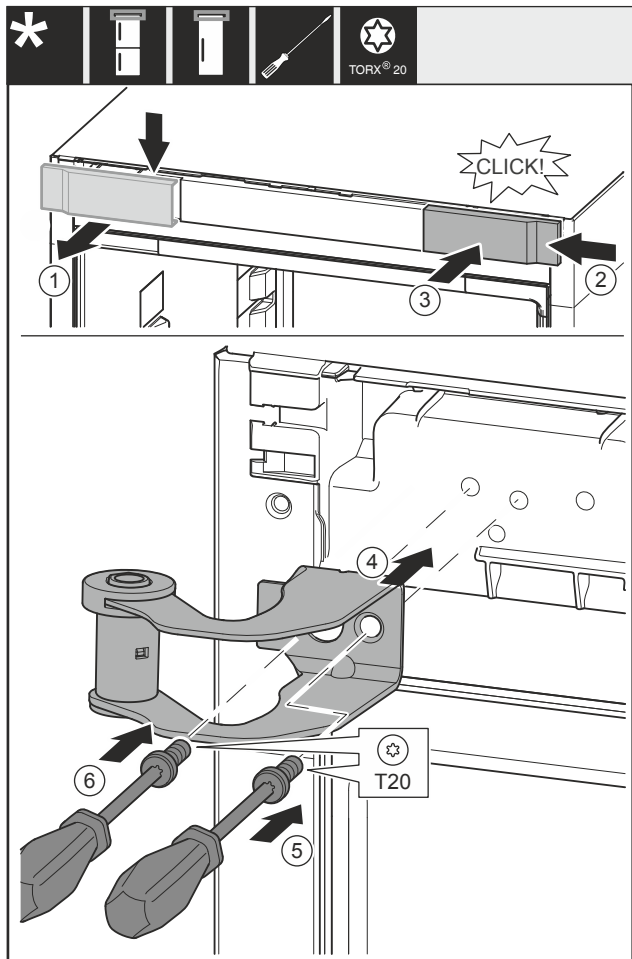

Fig. 12
- ▶ Ota kansi Fig. 12 (1) pois ylhäältä eteenpäin.
- ▶ Kiinnitä kansi Fig. 12 (2) oikealta toiselle puolelle 180° käännettynä.
- ▶ Lukitse kansi Fig. 12 (3) paikalleen.
- ▶ Aseta ylempi laakerijalusta Fig. 12 (4).
- ▶ Kierrä ruuvi Fig. 12 (5) tiukalle.
- ▶ Kierrä ruuvi Fig. 12 (6) tiukalle.